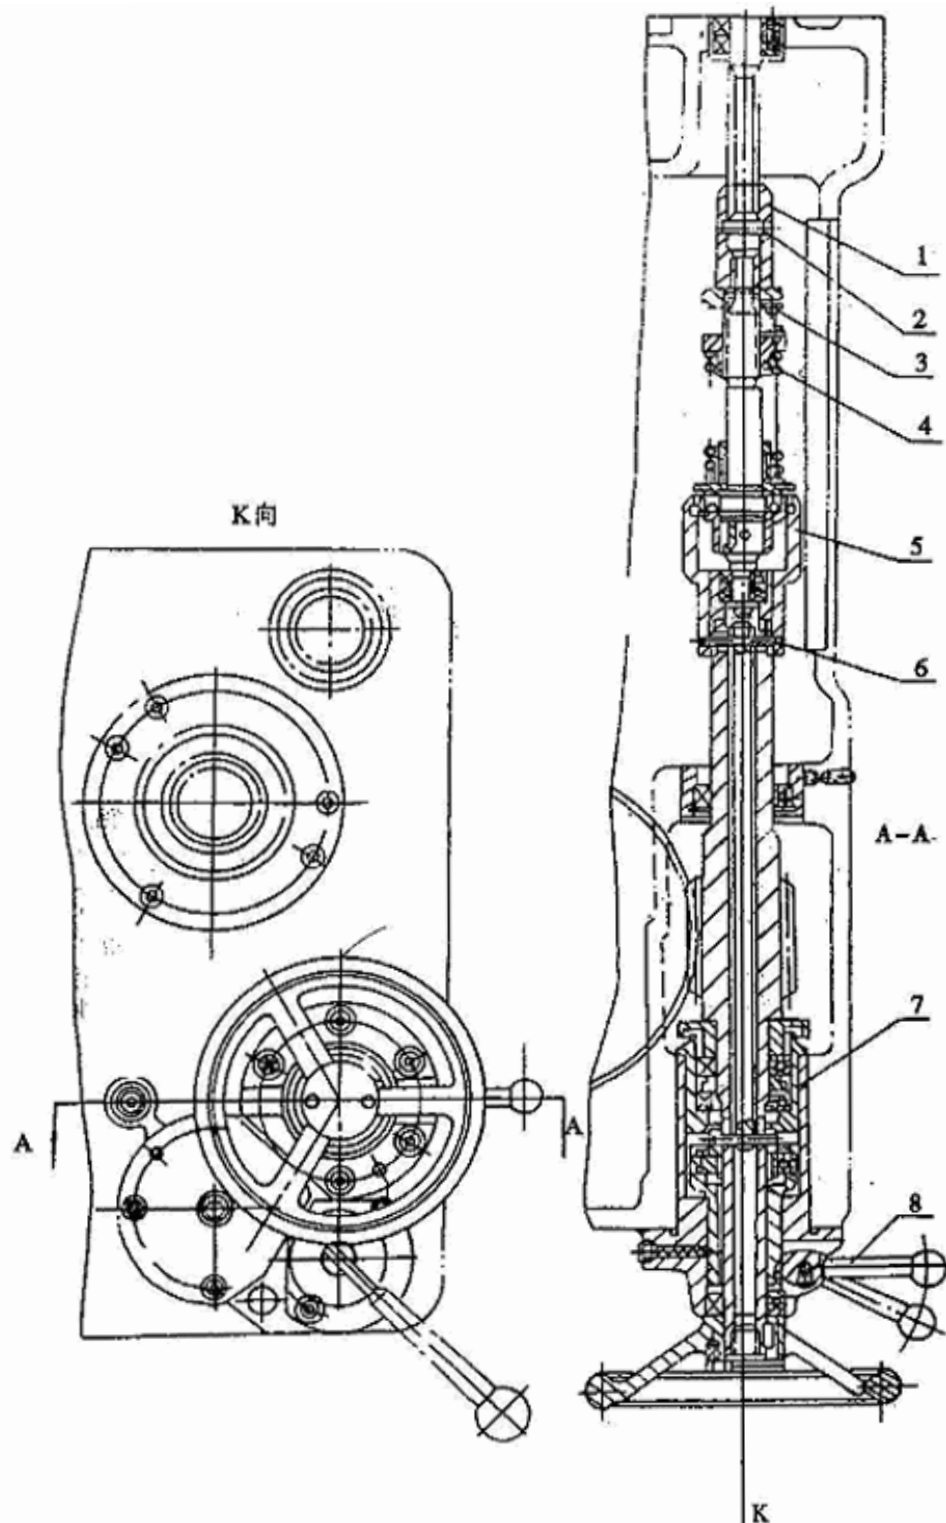

Рис. 7.3
7.2.5. Регулировка силы сопротивления подачи (см. рис. 7.3)